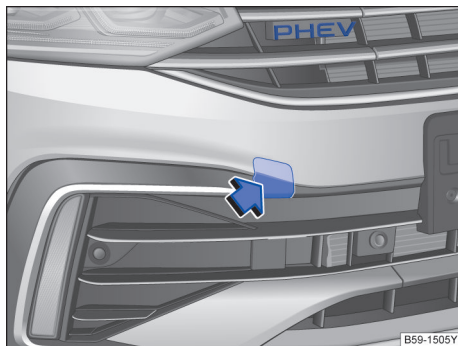

图 207 拆卸盖板
- 按压盖板的左侧区域→ 图 207（箭头），松开盖板的卡扣。